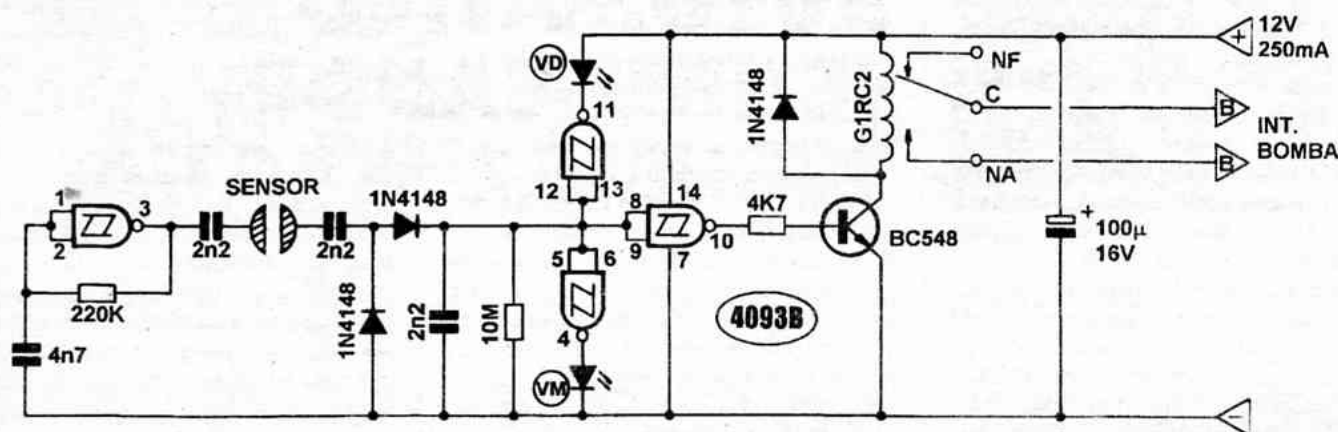

Fig. 1
**- FIG. 1 - DIAGRAMA ESQUEMÁTICO DO CIRCUITO** - No núcleo ativo do circuito, temos um barato e comum integrado da família digital C.MOS, o já bem conhecido (super-utilizado nas nossas montagens e projetos, pela sua versatilidade e facilidade de circuitagem, exigindo um mínimo de componentes passivos anexos...) 4093. Um de seus *gates*, o delimitado pelos pinos 1-2-3, trabalha em **ASTÁVEL**, oscilando sob frequência relativamente alta, determinada pelos valores do capacitor de 4n7 e resistor de 220K, com os sinais de saída aplicados a um dos eletrodos sensores, via capacitor de acoplamento no valor de 2n2... Estando o outro eletrodo sensor, metálico, mergulhado no mesmo meio condutivo (a água, no caso...),